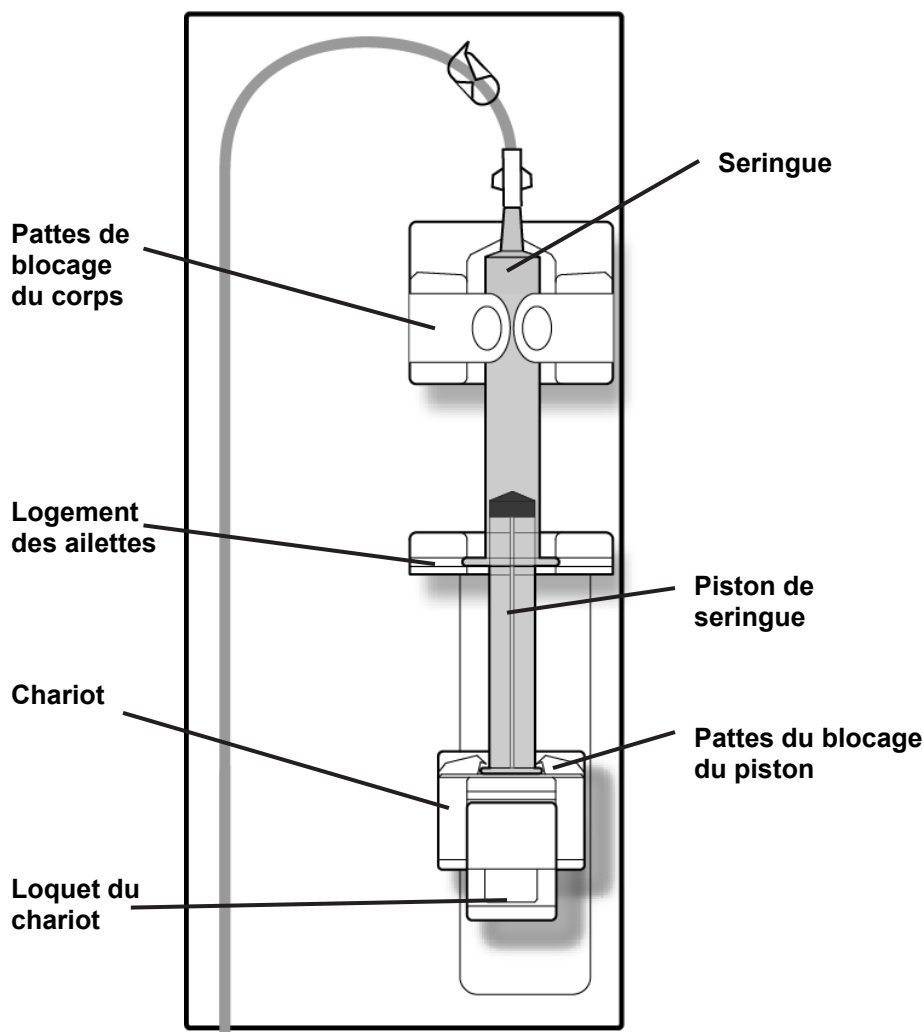

Figure 43 – Module pousse-héparine 2008T avec seringue installée et connectée
6. Écartez une des pattes de blocage du corps de seringue et enfoncez le corps de seringue en place. Insérez les ailettes dans la fente du module prévue à cet effet. Une fois le corps de seringue en place, relâchez la patte de blocage (Reportez-vous à la Figure 43).